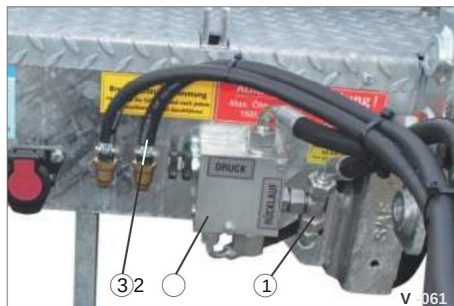

Bild 29 Kontrollera/underhålla anslutningar
• Kontrollera alla anslutningspunkter (Bild 29/1) på hydraulsystemet avseende läckage (oljeförlust) och täthet.
• Byt ut defekt hydraulisk Komponent t.ex. fördelare (bild 29/2) omedelbart.
• Kontrollera slangarna (bild 29/3) med avseende på sprickor/deformationer.